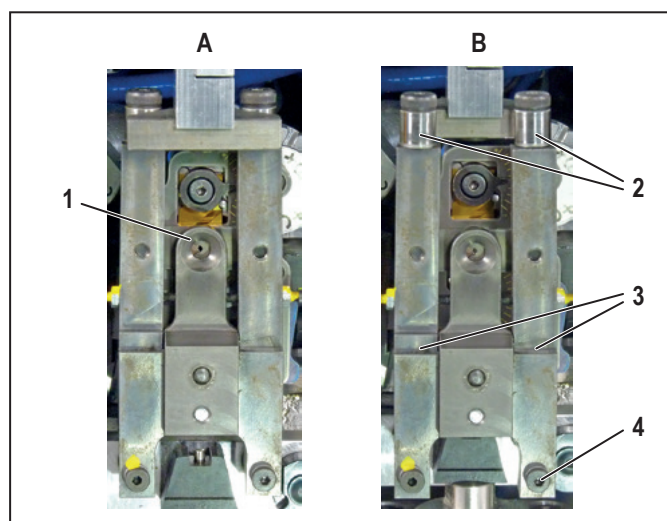

Figura 7.4 Unità di fissaggio trefoli in posizione di funzionamento (A) e tirata in avanti (B)
- Tirare l'unità di fissaggio trefoli in avanti (Figura 7.4 , B).
- Accertarsi che i rulli (2) riescano a muoversi liberamente. Se necessario, lubrificare i punti di rotazione dei rulli.
- Oliare i punti di rotazione (3) dell'unità di fissaggio trefoli.
- Assicurarsi che l'unità di fissaggio trefoli si trovi in posizione frontale (Figura 7.4, B).
- Estrarre la vite destra inferiore dell'unità di fissaggio trefoli (Figura 7.4, 4).